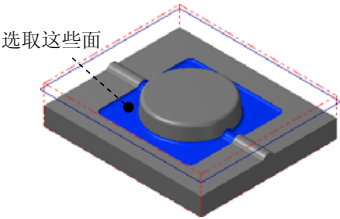

图 12.25 选取加工面
(1) 在图形区中选取图 12.25 所示的面 (共 32 个), 然后按 **Enter** 键, 系统弹出“刀具路径的曲面选取”对话框。